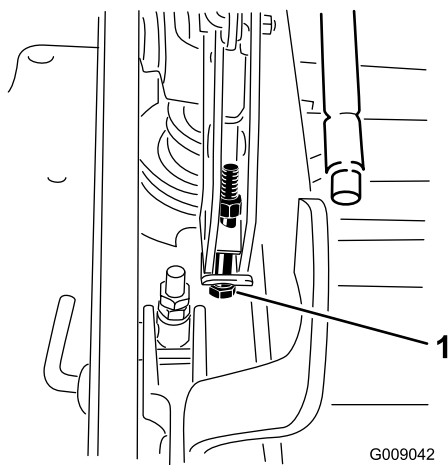

Figura 100
13. Si la carcasa está demasiado baja, apriete el perno del ajuste de un solo punto girándolo en el sentido horario. Si la carcasa está demasiado alta, afloje el perno del ajuste de un solo punto girándolo en sentido antihorario (Figura 100).